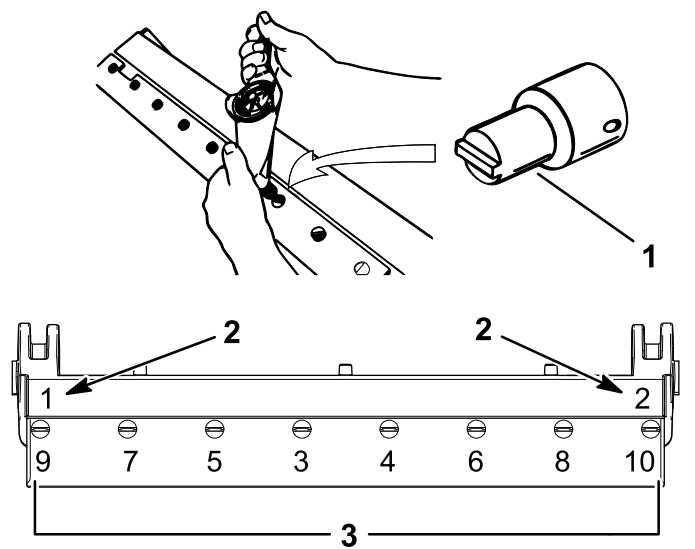

Рисунок 34
- Затяните 2 наружных винта с моментом 1 Н·м; см. Рисунок 34.
В. Затяните винты с моментом 23 до 28 Н·м, начиная от середины неподвижного ножа; см. Рисунок 34